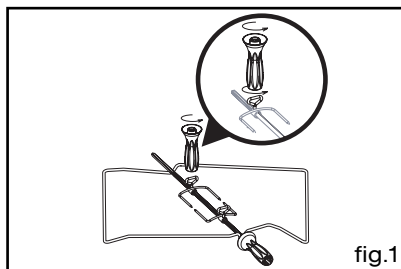

fig.1
- Pour plus de stabilité, fixez le four dans le meuble par 2 vis au travers des trous prévus à cet effet sur les montants latéraux (fig.1).
- **Grille sécurité (fig.1)**
- enfillez une des fourchettes sur la broche ; embrochez la pièce à rôtir ; enfillez la deuxième fourchette ; centrez et serrez en vissant les deux fourchettes à l'aide de la poignée (fig.1).
- Ouvrez complètement la porte et la bloquer à l'aide de deux butées rouges (fig.1).